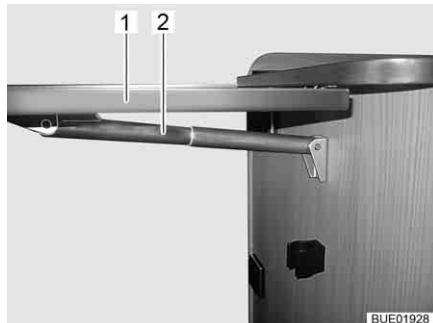

Fig. 47 Tavolo ribaltabile su bancone
- Afferrare in basso il tavolo ribaltabile su bancone (Fig. 47,1) e tirandolo leggermente estrarlo dall'incastro.
- Orientare il piano del tavolo verso l'alto, fino all'aggancio dell'elemento di fissaggio del supporto telescopico (Fig. 47,2). Rilasciare il piano del tavolo.